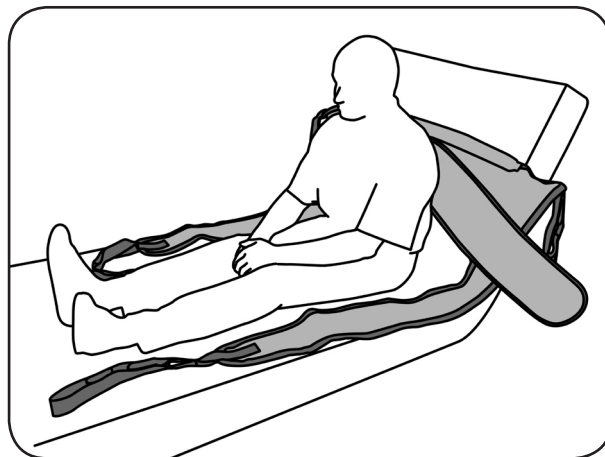

Abb. 8.2.01 – offener Liftergurt hinter dem Rücken des Patienten positioniert
6. Schieben Sie den Liftergurt hinter den Rücken des Patienten (Abb. 8.2.01). Achten Sie darauf, dass die Oberkante des Liftergurtes auf Höhe des Achselbereiches ist und, dass die Beinstützen jeweils rechts und links von den Beinen des Patienten liegen und nicht verdreht sind.